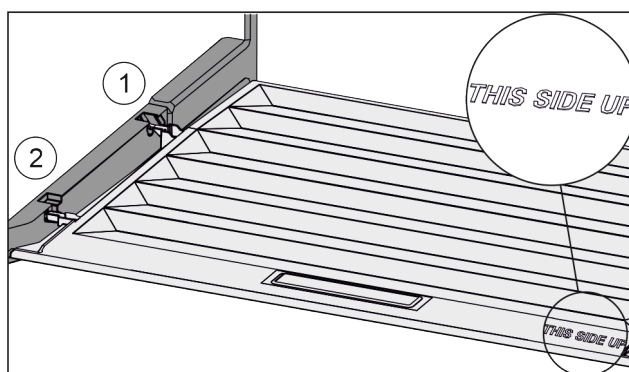

Fig. 26
- Inserire le nervature del coperchio attraverso l'apertura del supporto posteriore Fig. 26 (1) e innestare anteriormente nel supporto Fig. 26 (2).